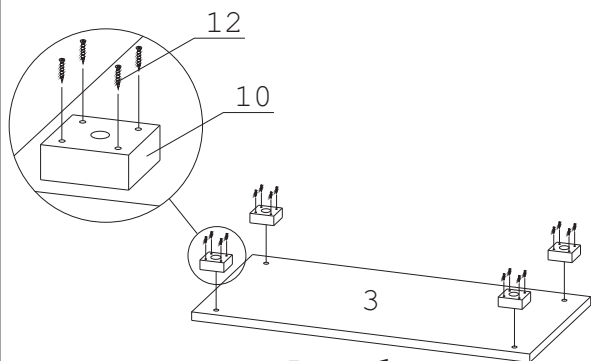

Рис. 1
1. Прикрутить опоры 10 к низу 3 саморезами 12 таким образом, чтобы отверстия в детали 3 совпали с регулировочными отверстиями на опорах 10 (Рис.1)